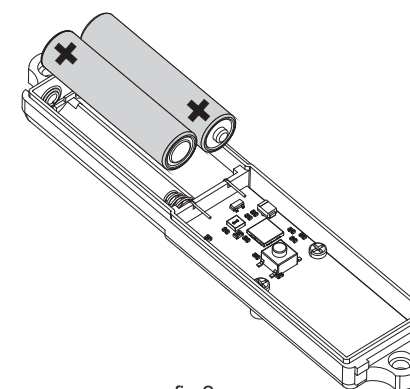

fig.2
5. Estrai le batterie esauste e sostituiscile con le nuove, rispettando la corretta polarità (vedi fig. 2)